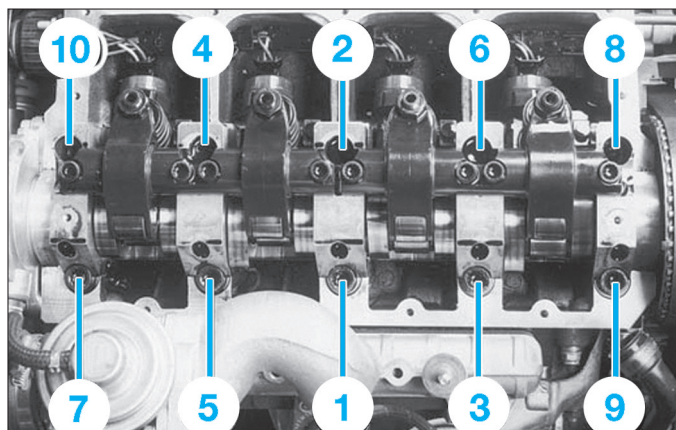

Fig. 78
- Desserrer progressivement et dans l'ordre inverse du serrage prescrit les vis de fixation de la culasse (Fig.78).
• Serrer les vis de culasse en respectant l'ordre et le couple de serrage prescrits (Fig.78).